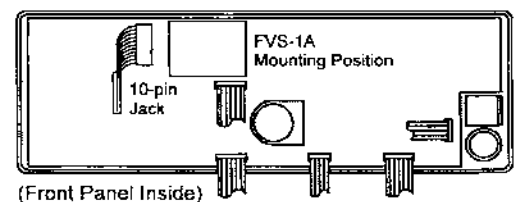

Abbildung 5
- ③ Machen Sie die nicht belegte 10polige Buchse an der Innenseite der Frontplatte ausfindig, und schließen Sie hier den FVS-1A an (siehe Abbildung 5).
- ④ Stellen Sie am FVS-1A den Schalter für die Sprache (JAPANISCH/ENGLISCH) auf die gewünschte Position, und befestigen Sie die FVS-1A-Platine an der Einbaustelle mit Hilfe des doppelseitigen Klebbandes auf der flachen Seite des FVS-1A-ICs.
- ⑤ Klappen Sie die Frontplatte wieder in ihre Grundstellung, und bringen Sie das Gehäuse und den Tragegriff wieder an.